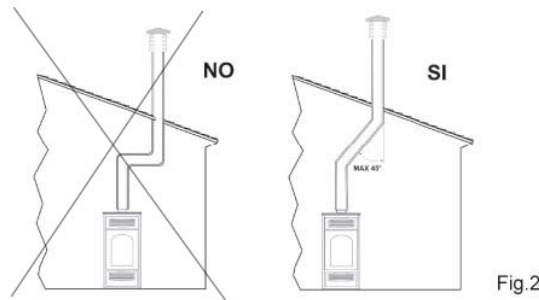

Fig.2
- La section interne doit être uniforme et de préférence circulaire : les sections carrées ou rectangulaires doivent avoir des angles arrondis avec un rayon non inférieur à 20 mm ; un rapport maximum entre les cotes de 1,5 ; des parois les plus lisses possible et sans rétrécissement ; des courbes régulières et sans discontinuité ou déviation par rapport à l'axe non supérieures à 45° (Fig. 2).